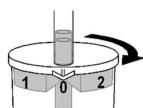

Abb. 2
- Aby uzyskać normalne ssanie, należy obracać słójkę, aż strzałka na pokrywie będzie wskazywać pozycję otwartą ("0") (Rys. 2)